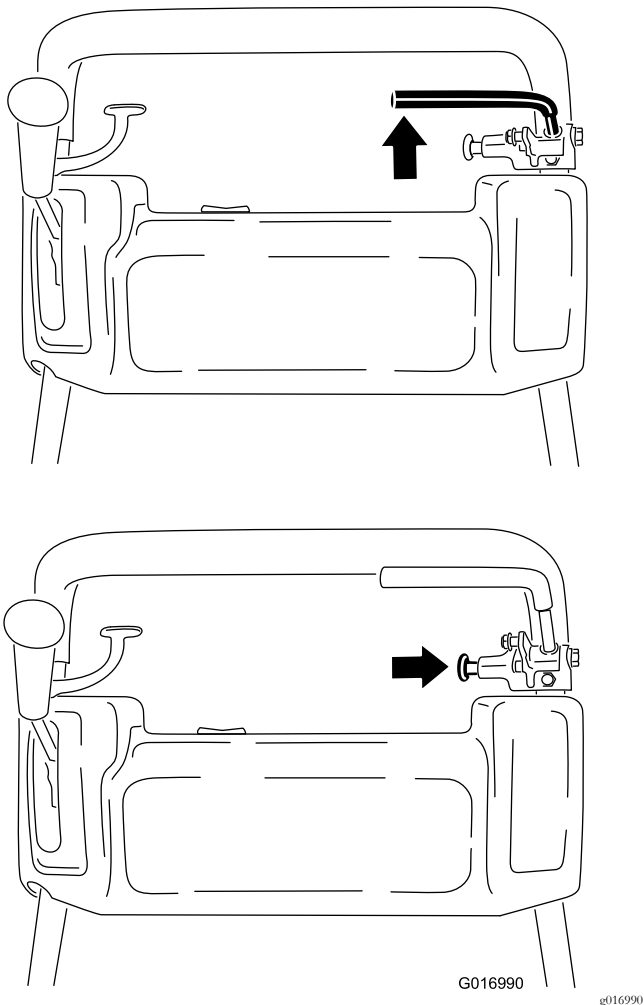

图31
1. 接合行车刹车并推动驻车刹车旋钮以便让行车刹车停靠在驻车刹车销上 图31。